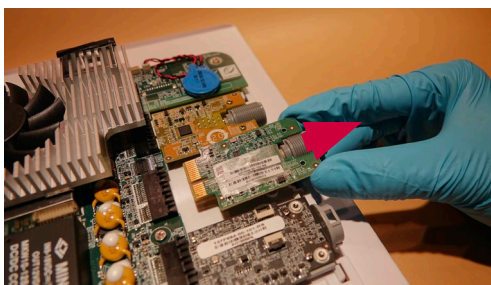

Figura 17 Rimuovere la scheda VDI
a) Estrarre la scheda VDI dal connettore della scheda principale (Figura 17)